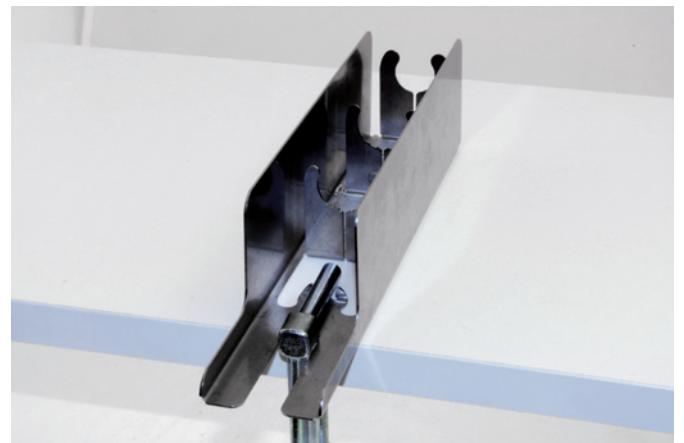

Abb. 3
- 3 Sicherheitshalterung für LötKolben TC an Tisch, Werkbank o.ä. anschrauben. (Abb. 3)